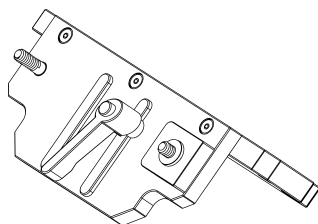

FIG. 1
1. Placer (1) bloc de serrage (pièce no 11), (1) rondelle en acier inoxydable (pièce no 16) et (1) petit bouton de réglage (pièce no 17) sur le boulon de réglage (pièce no 17) sur le boulon de serrage. Répéter cette étape sur le côté opposé. (Voir figure 1.)